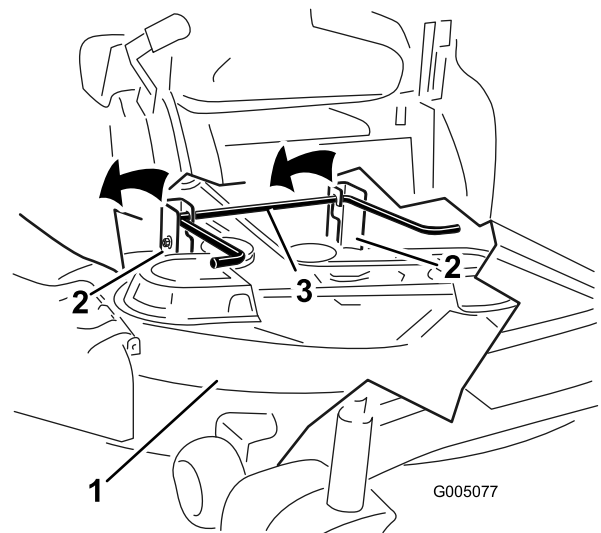

Bild 53
5. Heben Sie das Mähwerk und die Hängeprofile über die hintere Hubstange und senken Sie das Mähwerk vorsichtig auf den Boden ab (Bild 53).
5. Heben Sie das Heck des Mähwerks an und führen Sie die Hängeprofile über die hintere Hubstange (Bild 53).